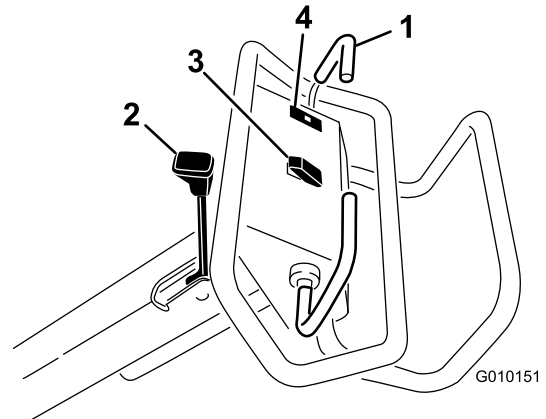

図 11
前へ押しすと前進します。後へ押しすと後退します 図 11。
- レバーをハンドル側に引き上げると駐車ブレーキがかかります 図 11。
エンジンオイルの圧力が危険域まで下がると点灯します **図 11**。万一このようなことが起こった場合には、エンジンを止めて原因を調べてください。必ず修理してから運転を再開してください。
**ヘッド上昇** – スイッチ **図 11** の上部を押すとコアリングヘッドが上昇して作動が解除されます。この動作は油圧動作ですので、エンジンが掛かっている必要があります。コアリングヘッドが移動走行高さまで上昇しない場合には **システム制御回路のリセット (ページ 24)** を参照してください。
**下降/エアレーション開始** – スイッチ **図 11** の下部を押すとコアリングヘッドが下降してエアレーションを開始します。走行ベイルが「前進」位置にセットされていないと、このスイッチは入りません。